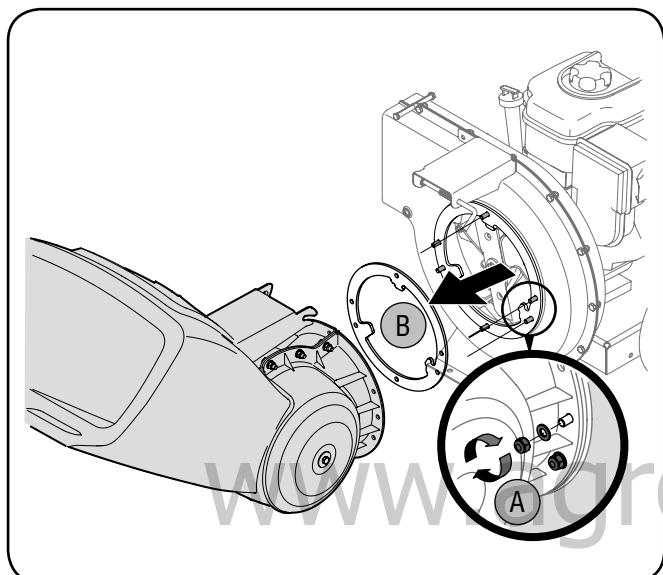

Рис. 7-3
- Отверните 6 шестигранных контргаек и шайбы с приваренных шпилек на кожухе шарнирных ножей. См. рис. 7-3А. Сложите снятые детали.
- Осторожно разделите воронку и узел крыльчатки, затем снимите опорную пластину. См. рис. 7-3В.